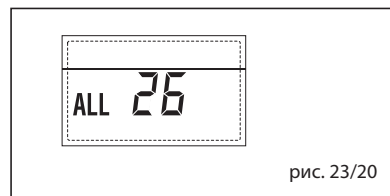

рис. 23/20
– **НЕПОЛАДКА СООТВЕТСТВИЕ СОЛНЕЧНОГО НАБОРА “ТРЕВ 27”** (рис. 23/21)